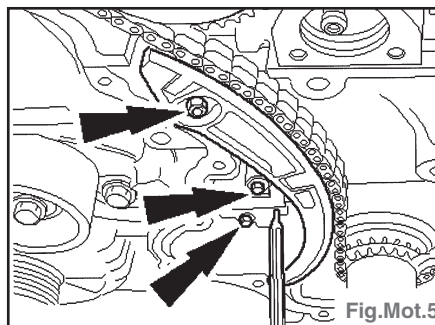

Fig.Mot.5
- Déposer le tendeur de chaîne de distribution et le guide de chaîne de distribution droit (Fig.Mot.5).
- Poser le tendeur de chaîne de distribution et le guide de chaîne de distribution droit (Fig.Mot.5).
**Nota :** S'assurer que le tendeur de chaîne de distribution est complètement libéré (Fig.Mot.5).